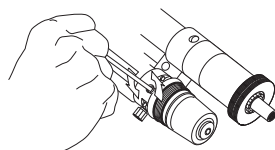

FIG. 12
- 2) allentare il tappo di sfogo dello sfianto aria (L) con la chiave a brugola (3 mm.) in dotazione come illustrato nella fig. 12;